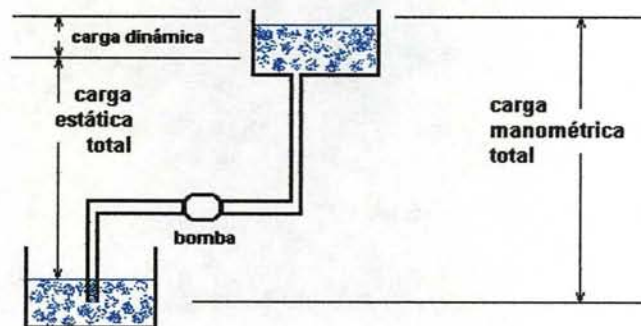

FIGURA 1. Esquema de carga dinámica en un sistema de bombeo.
- 2) Presión, carga hidráulica, altura manométrica total o dinámica: Es una expresión del trabajo que realiza el equipo por unidad de peso elevada. Así, la presión de una bomba o la energía mecánica transmitida al líquido debe ser tal (Figura 1), que permita al agua vencer los siguientes factores:
- Los requerimientos de presión (P) si, por ejemplo, se hace funcionar un equipo de riego presurizado